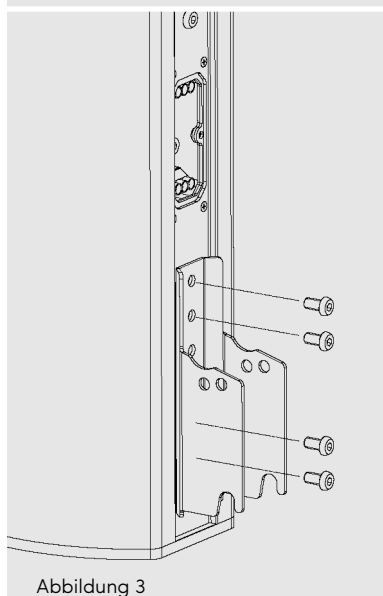

Abbildung 3
3. Schrauben Sie das Aufnahmeblech des **WLX-100 / WLX-221** mit vier der eben entfernten Schrauben an den Lautsprecher. Verwenden Sie mittelfesten Schraubensicherungsack für alle Schrauben. Ziehen Sie alle Schrauben mit dem vorgeschriebenen Anzugsmoment fest. **SIEHE ABBILDUNG 3.**